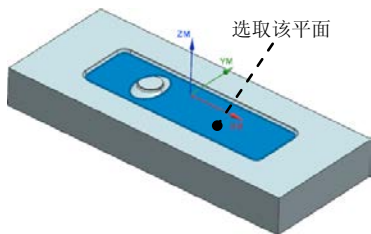

图 7.9 指定切削区域
Step2. 选取图 7.9 所示的面为切削区域(共 1 个面), 在“切削区域”对话框中单击  按钮, 完成切削区域的创建, 同时系统返回到“底面壁”对话框。